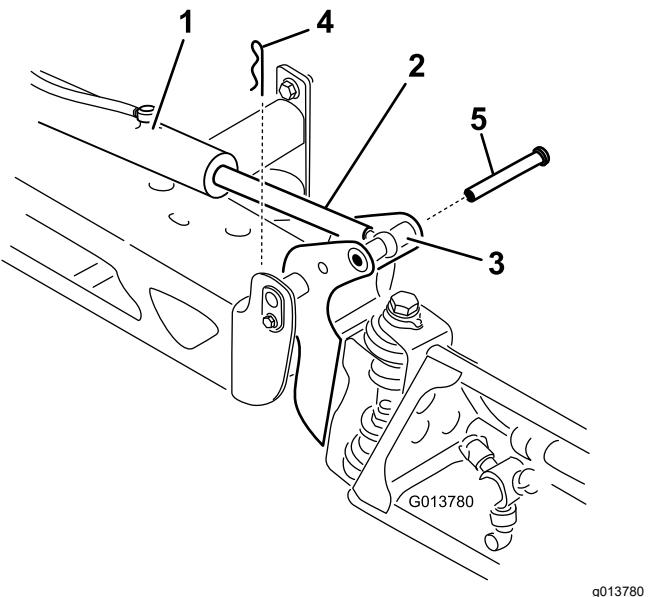

Figure 62
2. Retirez la goupille fendue de l'axe de chape (Figure 62).
3. Levez la section, retirez l'axe de chape et abaissez lentement la section au sol (Figure 62).
7. Tout en soutenant la section de pulvérisation, insérez l'axe de chape dans le pivot de rampe et la tige de vérin (Figure 62).